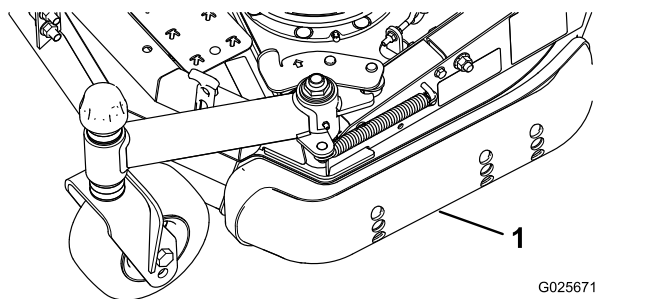

Figura 6
3. Allentate la vite davanti a ciascun pattino (Figura 6).